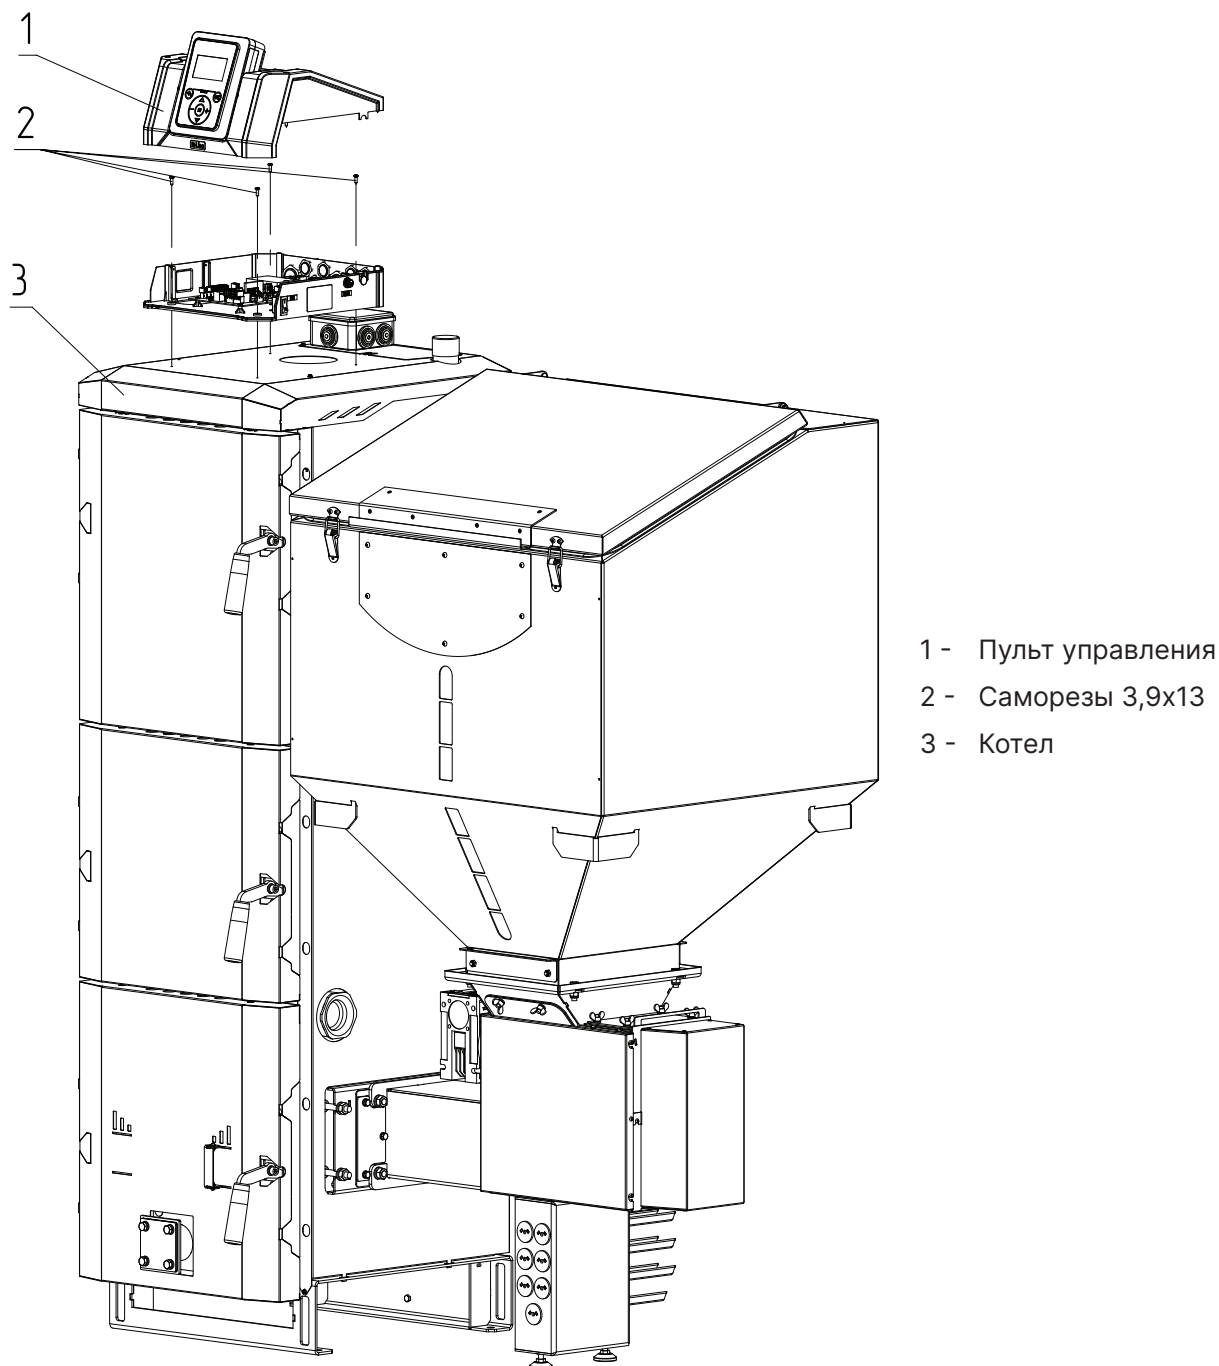

Рис.11 Монтаж пульта управления на котлах ZOTA Pellet Black 16-65 кВт
1. Извлеките из комплекта поставки пульт управления (**Рис.11, поз.1**) и крепёжные элементы;
2. Зафиксируйте пульт управления (**Рис.11, поз.1**) на верхней части котла (**Рис.11, поз.3**) саморезами (**Рис.11, поз.2**) как показано на **Рис.11**;